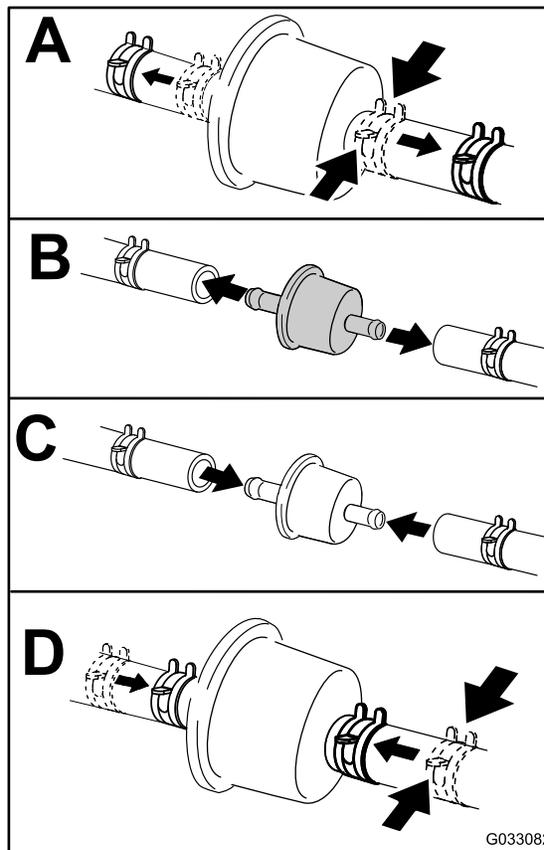

Рисунок 26
3. Замените проходной фильтр (Рисунок 26).